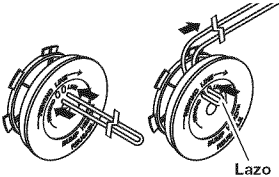

Fig. 17
6. Tome aproximadamente 20 pies (6 m) de línea de corte nueva y enlázela en dos tramos de igual longitud. Inserte cada uno de los extremos de la línea a través de los dos agujeros del carrete interior (Fig. 17). Pase la línea a través del carrete interior de manera que el lazo quede lo más pequeño posible.